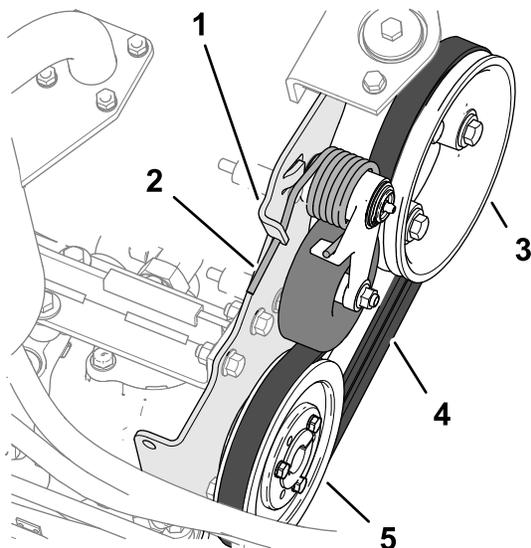

Figura 85
2. Empurre a extremidade da mola de tensionamento da correia para baixo e para fora do entalhe na patilha de montagem da bomba, e mova a extremidade da mola para a frente (Figura 85).